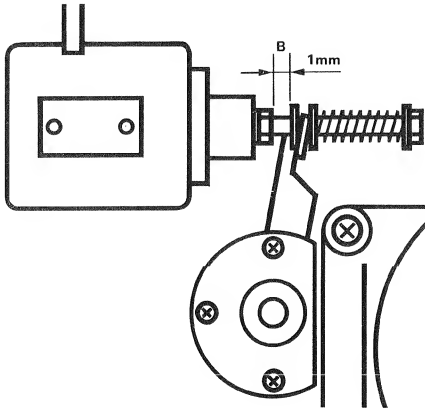

Fig. 4.3.-2
- Par l'intermédiaire d'un fil de nylon fixé d'une part sur l'axe du galet presseur (éventuellement dévissez le couvercle de l'axe) et d'autre part à un dynamomètre. Tirez le bras dans la direction A (fig. 4.3.-1) jusqu'à ce que le galet presseur décolle de l'axe de cabestan. Le dynamomètre doit alors indiquer $13 \text{ N} \pm 1 \text{ N}$ ($1,3 \text{ kp} \pm 0,1 \text{ kp}$).
- Andruckkraft kontrollieren und wenn nötig mit Schraube C justieren. (Fig. 4.3.-2).
- Measure pinch roller force and adjust with screw C if necessary. (fig. 4.3.-2)